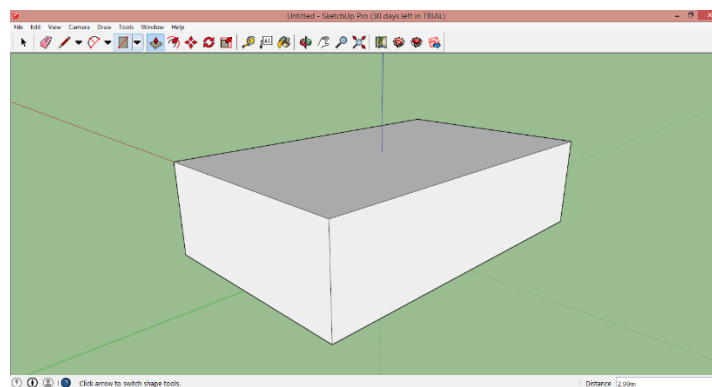

Рисунок 2.4
4. Вибираємо інструмент «Rectangle»  у випадяючому списку «Shapes»  і намалюємо його на робочій області. На наступному етапі вибираємо команду «Push/Pull» , після чого натискаємо прямокутник і тягнемо на верх, отримуємо коробочку. Пограємо деякий час з даним інструментом (рис. 2.4).